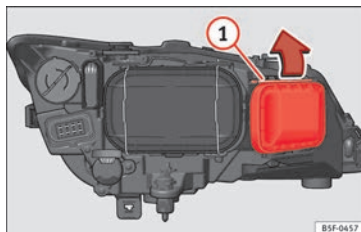

Fig. 105 Lámpara de luz intermitente.
- Desplace el tirante **»» fig. 105 ①** en el sentido de la flecha y saque la tapa.